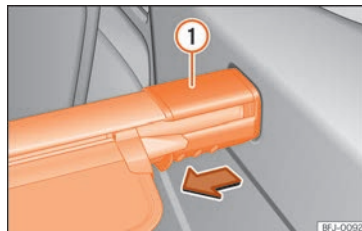

Fig. 116 Dans le coffre à bagages : déposer la plage arrière du coffre à bagages.
- Appuyez sur le support du cache » fig. 116 ① dans le sens de la flèche et maintenez-le dans cette position.
» fig. 116 ①.
» fig. 116 ① dans le sens de la flèche et maintenez-le dans cette position.